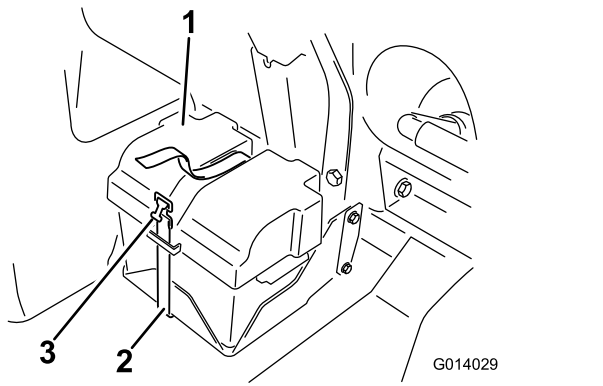

Figura 85
2. Retire la tapa de la batería y desconecte el cable negativo de tierra (negro) del borne de la batería (Figura 85).
4. Instale la tapa de la batería y sujétela con la correa que retiró anteriormente (Figura 85).